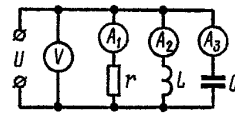

рис. 6
7. За показаннями приладів, ввімкнених у коло (рис.6), визначити струм, що він проходить у нерозгалуженій ділянці кола, опір кожної гілки і повний опір кола. Замінити дане коло еквівалентним послідовним колом r_g .